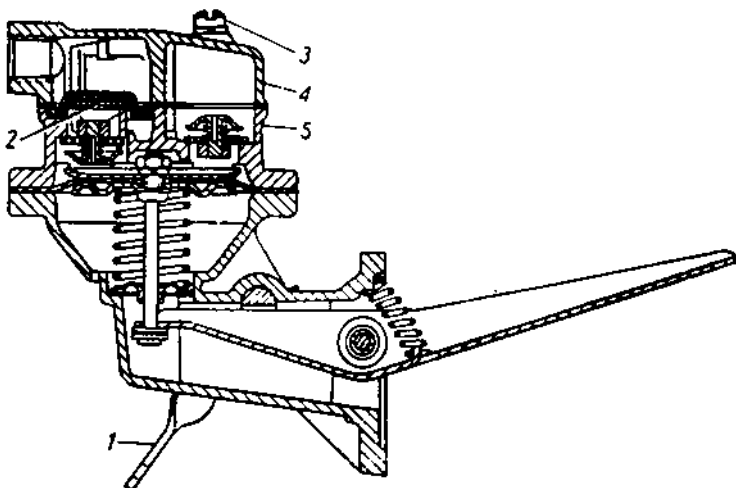

Рис. 24. Бензиновый насос.
3. Снимите крышку бензинового насоса, отвернув два винта, выньте сетку фильтра и очистите ее. В случае необходимости очистите корпус насоса (рис. 24).